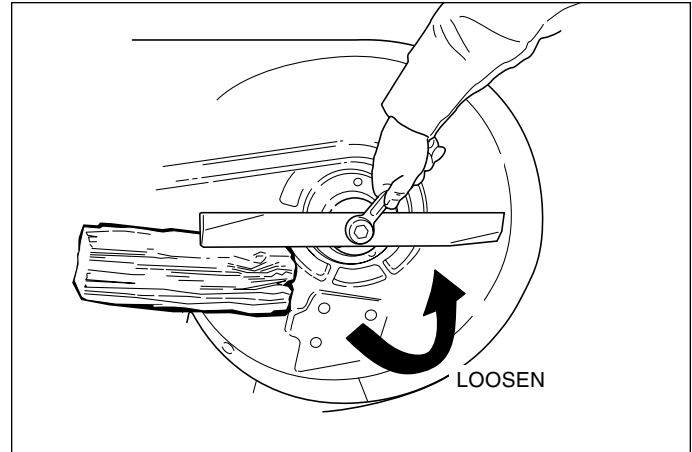

Abbildung 19. Messerausbau
2. Siehe Abbildung 19. Um das Messer zum Schleifen zu entfernen, das Messer während des Lösen der Messerhalterungs-Kopfschraube mit einem Holzblock gegen Verdrehen sichern.